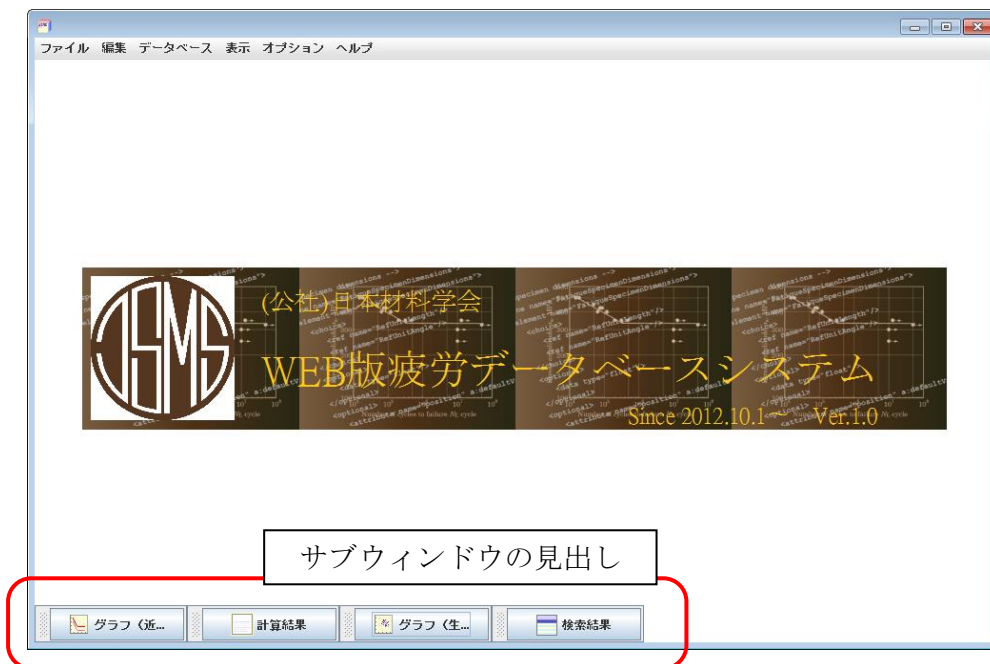

図4 サブウィンドウを最小化した状態
- 最小化したサブウィンドウはメイン画面の左下に見出しとして残ります (図 4)。見出しをクリックすると元のサイズのサブウィンドウが表示されます。